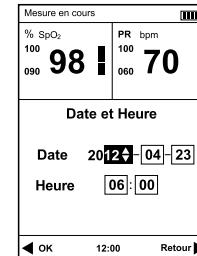

Fig. 4-2
- 2) Appuyez sur le bouton de navigation pour sélectionner "Date et heure" élément, puis appuyez sur le bouton OK pour accéder à l'écran de réglage de l'heure, referez à Fig.4-2